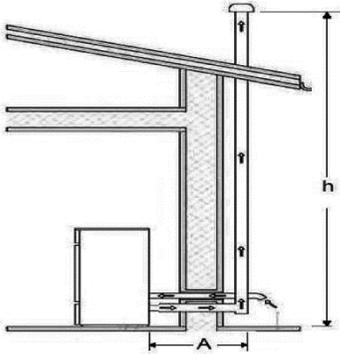

fig. 1
TERMOIDRO puede funcionar de forma autónoma mediante la conexión directa a calefacción a través de radiadores (6) o para un sistema de calefacción en el suelo (fig. 1). Las calificaciones que se indican son para los sistemas ideales (radiadores de aluminio, tubos de cobre con aislamiento). Las diferencias significativas puede disminuir los metros cúbicos calentados.